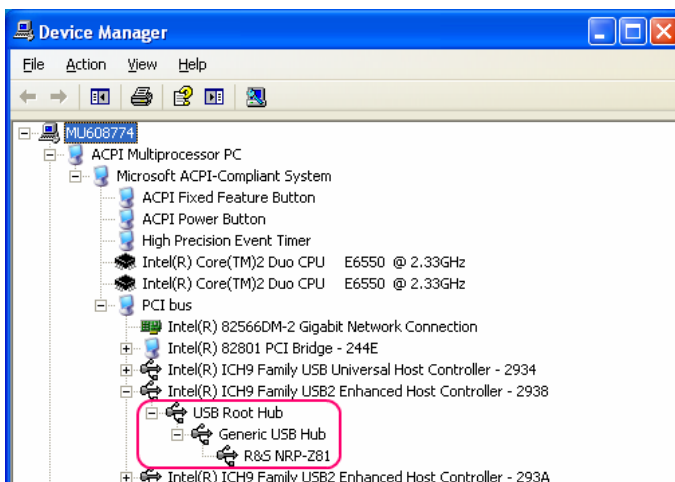

Bild 1-8 Identifizieren des USB Root Hubs, an dem der R&S NRP-Z5 betrieben wird
3. Identifizieren Sie nun den USB Root Hub, an dem der R&S NRP-Z5 betrieben wird. Dazu expandieren Sie, wie in Bild 1-8 dargestellt, die hierarchische Darstellung der PC-Komponenten. Suchen Sie unter **PCI bus** nach dem USB-Host-Controller, an dessen Root Hub der R&S NRP-Z5 angeschlossen ist. Der R&S NRP-Z5 wird als **Generic USB Hub** dargestellt. Sie können ihn anhand des daran angeschlossenen Leistungsmesskopfes von anderen USB-Hubs unterscheiden.